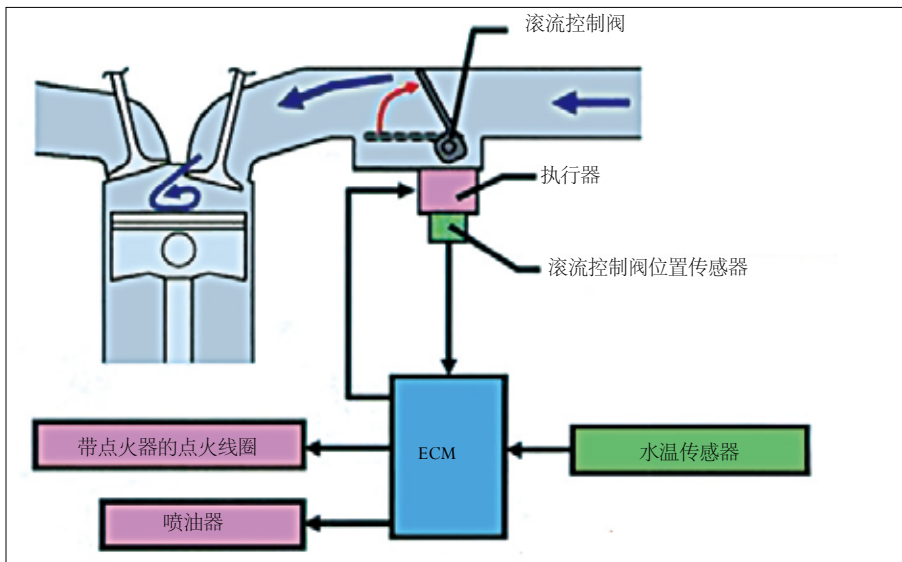

图1 滚流控制阀
滚流控制系统由 ECM、执行器(直流电动机)、滚流控制阀、滚流控制阀位置传感器等组成, 如图 1 所示。该系统作用: ①提高燃烧性能, ECM 指令执行器完全关闭滚流控制阀, 以在燃烧室内产生强大的滚动气流, 从而使发动机在冷启动后混合汽稀的情况下顺利运转。ECM 根据来自各传感器的信